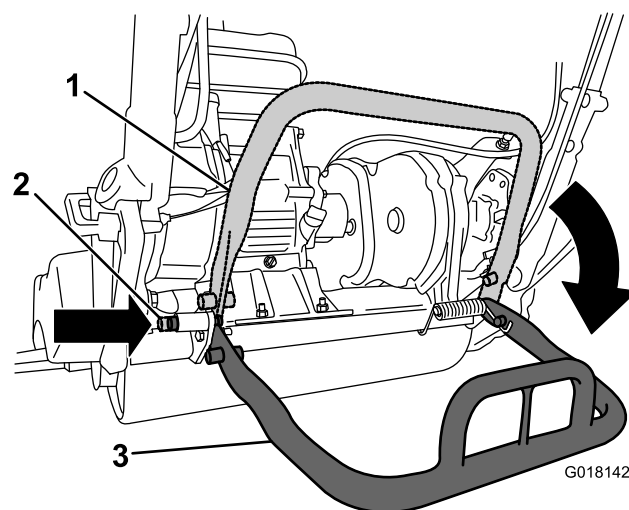

図 21
- リールを外している間にユニットが倒れないように、キックスタンドを下げて、ロッキングピンを差し込んでキックスタンドを整備位置にロックします図 21。